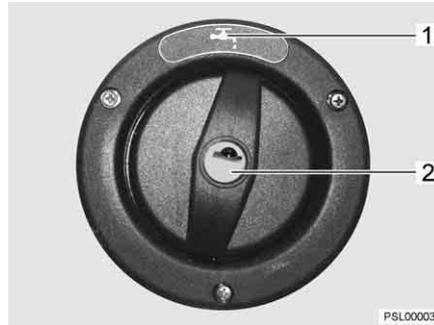

Fig. 189 Bocchettone di riempimento dell'acqua potabile
Il bocchettone di riempimento dell'acqua potabile è contrassegnato dal simbolo "H2O" (Fig. 189,1). Il coperchio viene aperto e chiuso con la chiave per le serrature degli sportelli esterni.
- Inserire la chiave nel cilindro della serratura (Fig. 189,2) e ruotare in senso antiorario di un quarto di giro.
- Aprire il bocchettone di riempimento dell'acqua potabile (Fig. 189) (vedi capitolo 6).